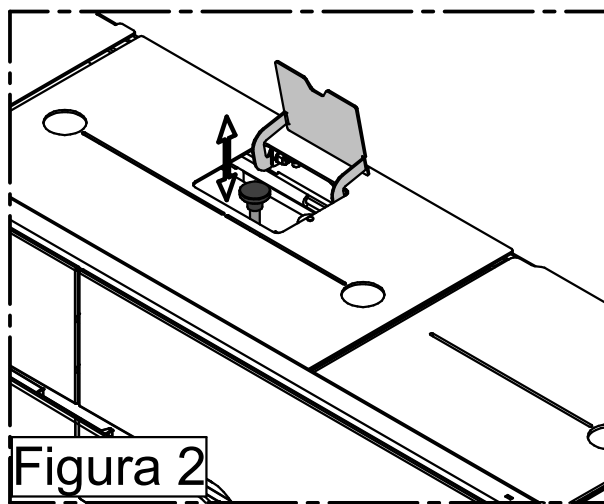

Figura 2
- Accione enérgicamente la palanca del rascador de tubos al menos 4/5 veces consecutivas (figura 2).